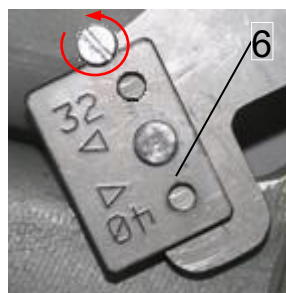

Fig. 2a
- Se desurubeaza surubul de fixare pe pozitie a limitatorului reglabil dreapta (poz. 6), conform Fig. 2a;